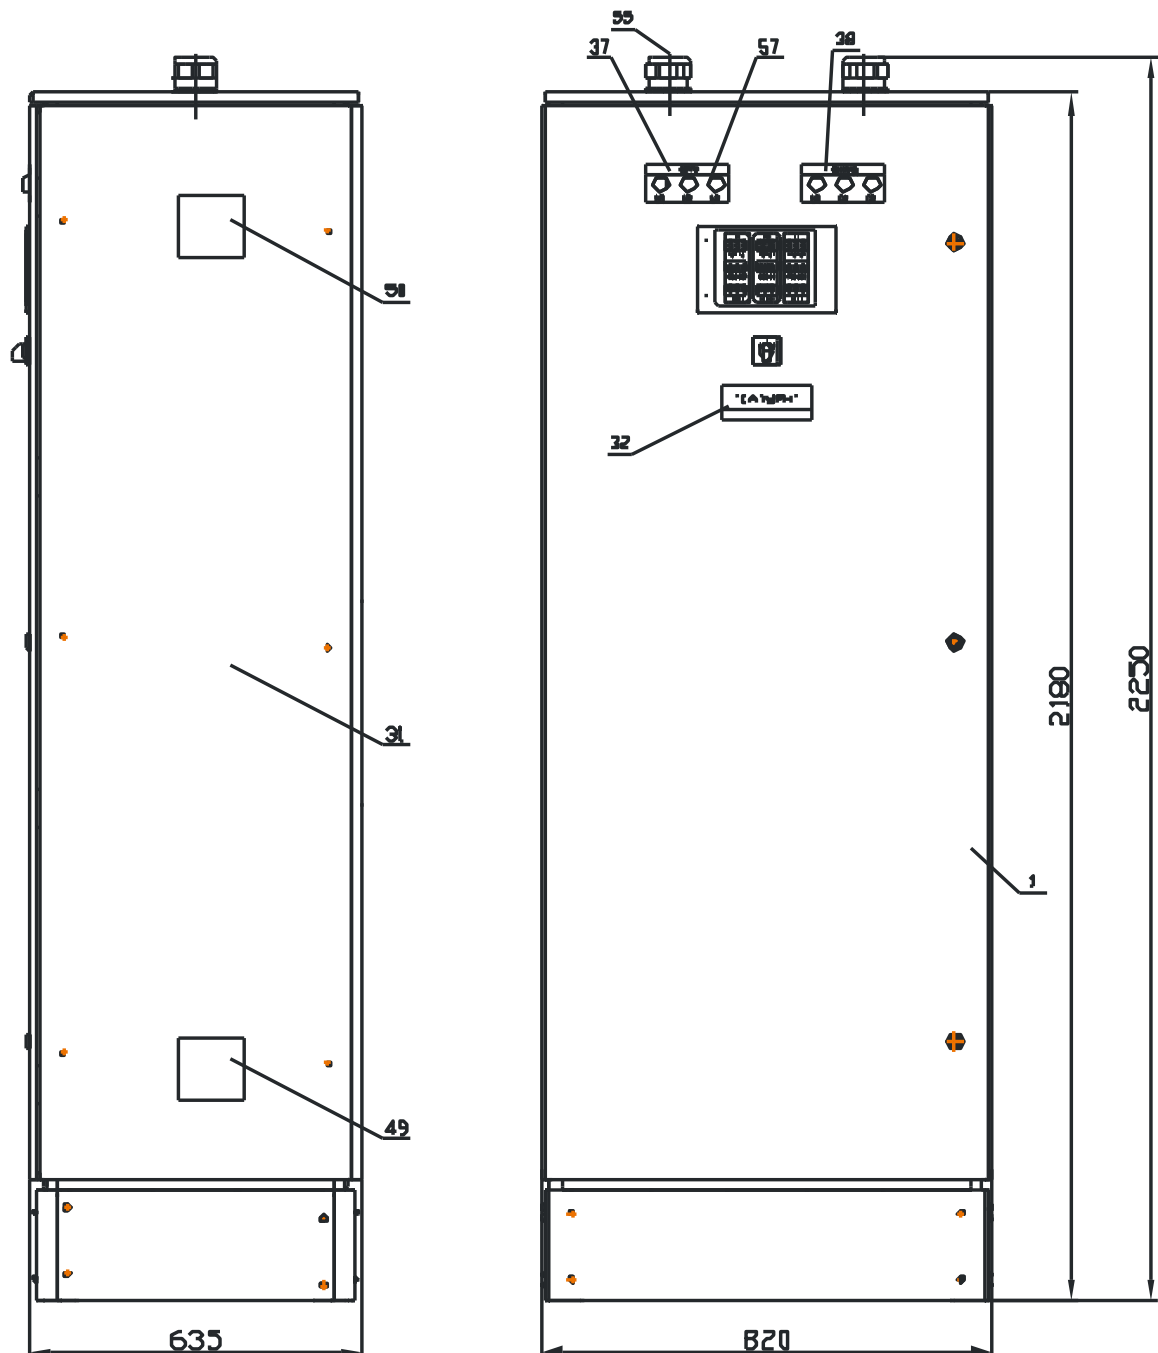

Рис.1. Внешний вид стабилизатора.
Изделие выполнено в виде шкафа (см. рис.1, рис.2, рис.3; Приложение 1).
- три индикаторных лампы наличия входного напряжения «СЕТЬ L1, L2, L3» (рис. 1 поз.57,37);
- три индикаторных лампы наличия выходного напряжения «НАГРУЗКА L1, L2, L3» (рис. 1 поз.57,38).
- вентилятор со степенью защиты IP54 (рис.1 поз.49).
- фильтр со степенью защиты IP54 (рис.1 поз.50).
- фитинги для ввода-вывода силовых кабелей (рис.1 поз.55).
Произвести подключение входных и выходных проводов в шкафу (рис. 1) сечением, не менее указанного в таблице п/п1.2.15, согласно маркировке: